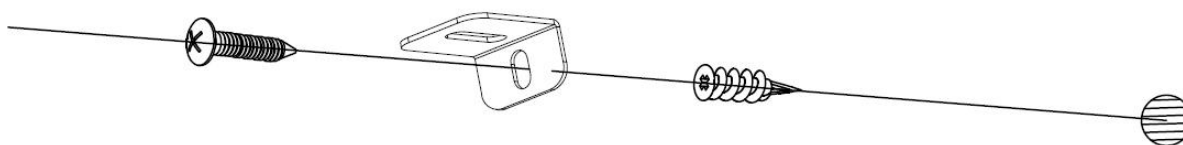

Fig 4-3
C. Instalar a âncora plástica (C) na parede seca, depois instalar o parafuso B (fornecido) no furo da lingueta L na âncora da parede para fixar a lareira de sair dos ganchos. (Fig. 4-3)